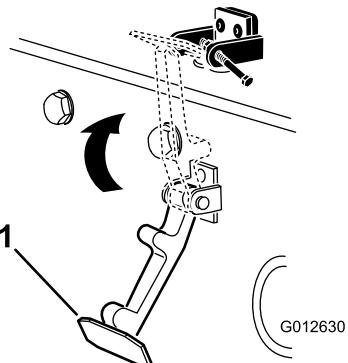

Figura 15
6. Enganche el cierre en el cerradero del capó (Figura 15).